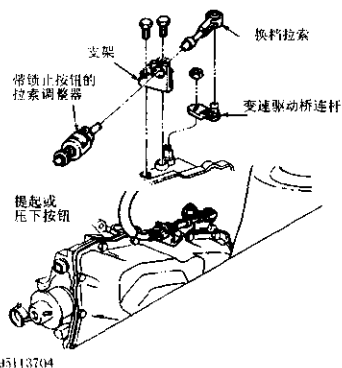

图 2-3 调整换挡拉索
**注意:** 大多数前轮驱动的汽车都装有自调整换档拉索。将换档杆放在空档。提起或压下变速驱动桥安装支架上的拉索调整器锁止按钮(图 2-3);将变速驱动桥拉杆放在空档位置。按下或松开锁止按钮。